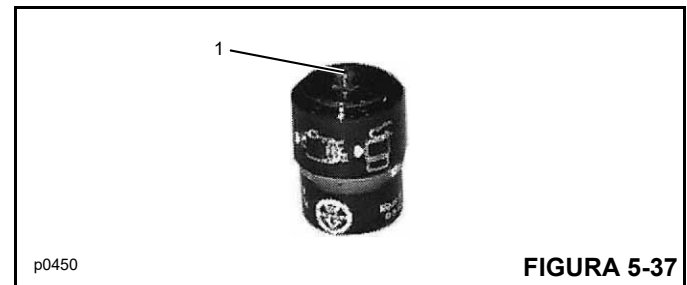

FIGURA 5-37
10. Reposicione el indicador de restricción del filtro de aire oprimiendo el botón de reposición (1, Figura 5-37).